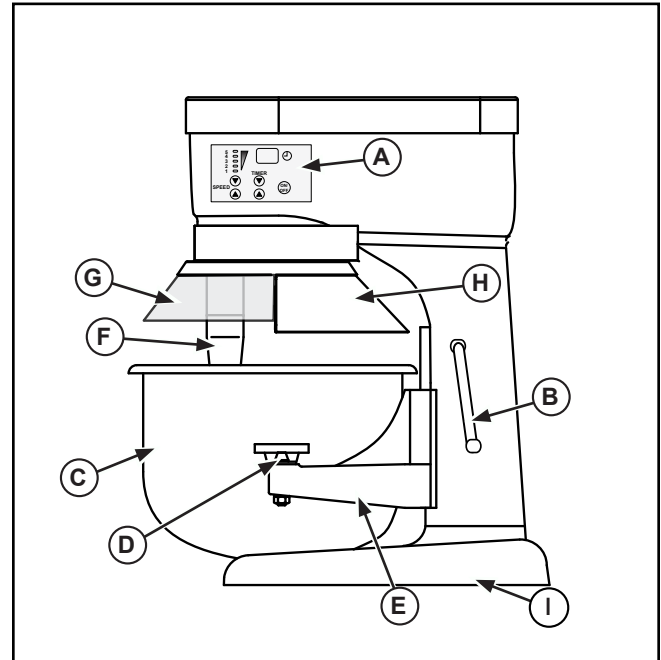

Abbildung 1. 6,6- und 11-l-Mixer – Funktionsmerkmale und Bedienelemente.
2. Vor dem Befestigen der Schüssel das zu verwendende Mischzubehör auswählen. Das ausgewählte Mischzubehör in die leere Schüssel (C) geben. Keinen Versuch unternehmen, das Mischzubehör an der Rührwelle (F) zu befestigen, bevor sich die Schüssel in der vorgesehenen Position befindet. Siehe Abbildung 1, 2, 3 oder 4.
3. Die Schüsselaufgabe durch Drehen der Schüssel-Hebevorrichtung (B) in ihre unterste Position absenken.
4. Die Schüsselsicherungshebel (D) in die ausgezogene bzw. hintere Position drehen.
5. Die Schüssel (C) so halten, dass der Stift auf der Schüssel nach innen zum Mixer zeigt. Die Schüssel so ausrichten, dass der Stift mit dem Stiftschlitz auf der Schüsselaufgabe (E) ausgerichtet ist. Den Stift in den Schlitz schieben.
6. Die Löcher in den Schüsselvorsprüngen mit den Stiften auf der Schüsselaufgabe (E) zur Deckung bringen. Die Schüssel (C) auf die Schüsselaufgabe (E) setzen.
7. Die Schüsselsicherungshebel (D) über die Schüsselvorsprünge nach vorne drehen, um die Schüssel (C) auf der Schüsselaufgabe (E) zu sichern.
8. Das Zubehörprodukt an der Rührwelle (F) befestigen. Die Nut am Zubehörteil mit dem Stift an der Rührwelle zur Deckung bringen. Das Zubehörprodukt nach oben drücken und drehen, um es mit dem Stift zu arretieren.
9. Die Schüssel (C) mit der Schüssel-Hebevorrichtung (B) durch Drehen nach links auf ihre maximale Höhe anheben, bis sie einrastet.
1. Die Schüssel-Schutzblende (G) schließen. Siehe Abbildung 1. Die Schutzblende muss geschlossen sein, damit der Mixer eingeschaltet werden kann. Wenn die Schutzblende offen oder nicht richtig geschlossen ist, lässt sich der Mixer nicht in Betrieb nehmen.